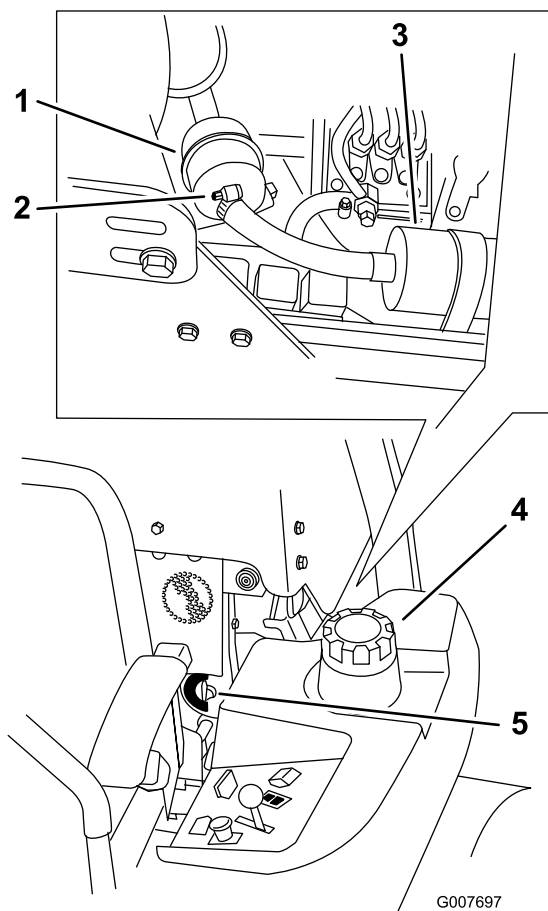

Figura 51
4. Chiudete la valvola di intercettazione del carburante (Figura 51).
5. Allentate le due fascette stringitubo e scollegate i tubi del carburante dal filtro carburante (Figura 51).
6. Montate un nuovo filtro. Collegate i tubi del carburante al filtro carburante e montate le due fascette stringitubo (Figura 51).